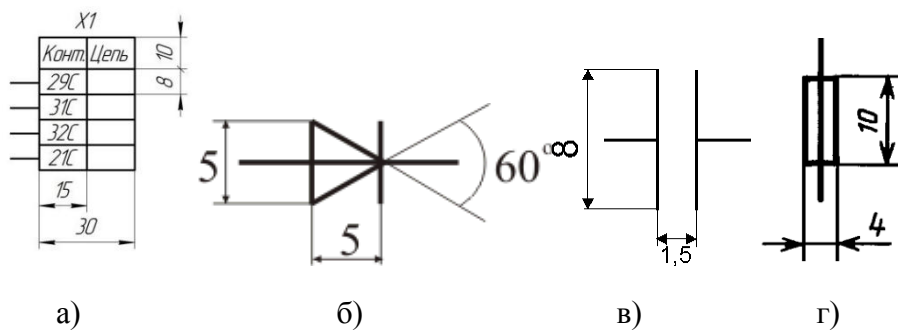
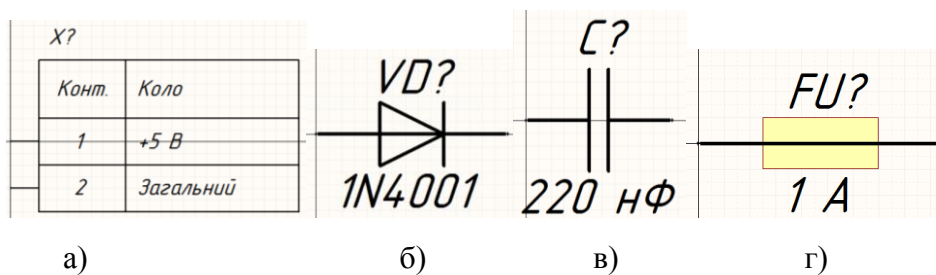

Рис. 2.14. а) - роз'єм; б) - діод; в) - конденсатор; г) - запобігач.
Рис. 2.15. а) - роз'єм; б) - діод; в) - конденсатор; г) - запобігач.
7) Таким же чином створіть наступні компоненти: вхідний роз'єм, діод, конденсатор та запобігач (Рис. 2.15) згідно з розмірами (Рис. 2.14).